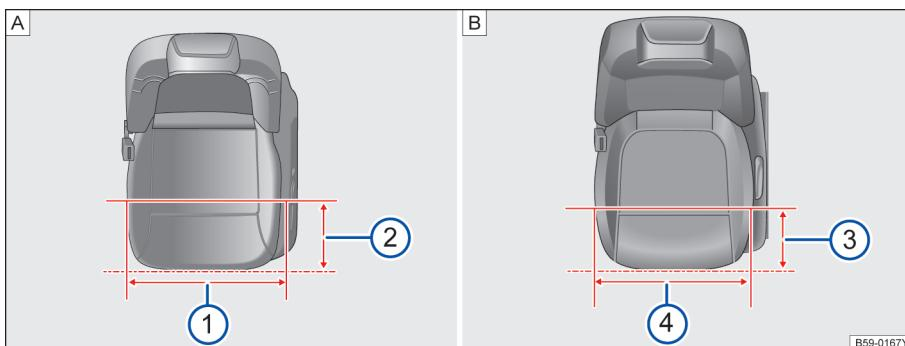

图 99 前排及第二排座椅座宽
如图→图 99[A]在距离前排座椅边缘 200mm
时→图 99[A]②, 前排座椅座垫宽度为
498.5mm→图 99[A]①。
如图→图 99[B]在距离第二排座椅边缘 200mm
时→图 99[B]③, 第二排座椅座垫宽度为
529mm→图 99[B]④。